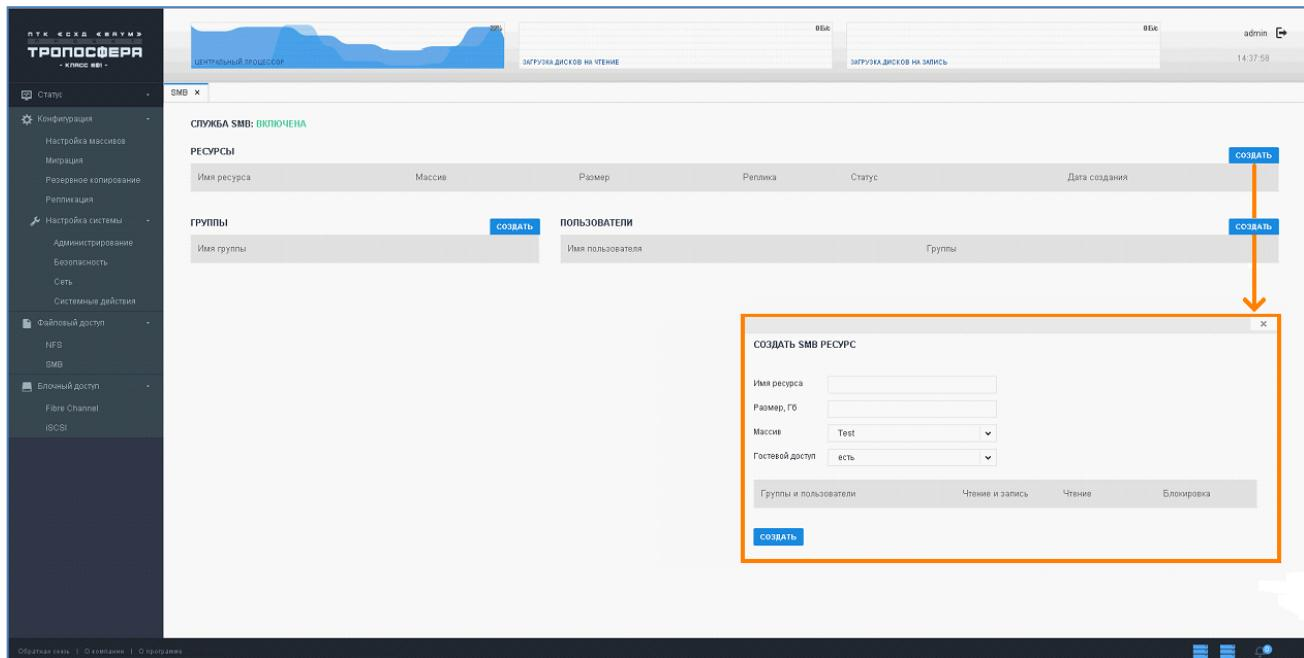

Рисунок 30 - Ресурс по протоколу SMB
- 1) Перейдите на вкладку «SMB» [выберите «Файловый доступ» → «SMB»] (Рисунок 30).